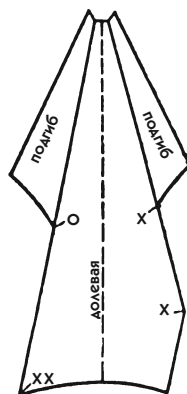

Рис. 580
- Скопируйте лекало и укажите засечки (см. рис. 580).
- Выше засечек Х и О добавьте контуры на подгиб (см. рис. 580).